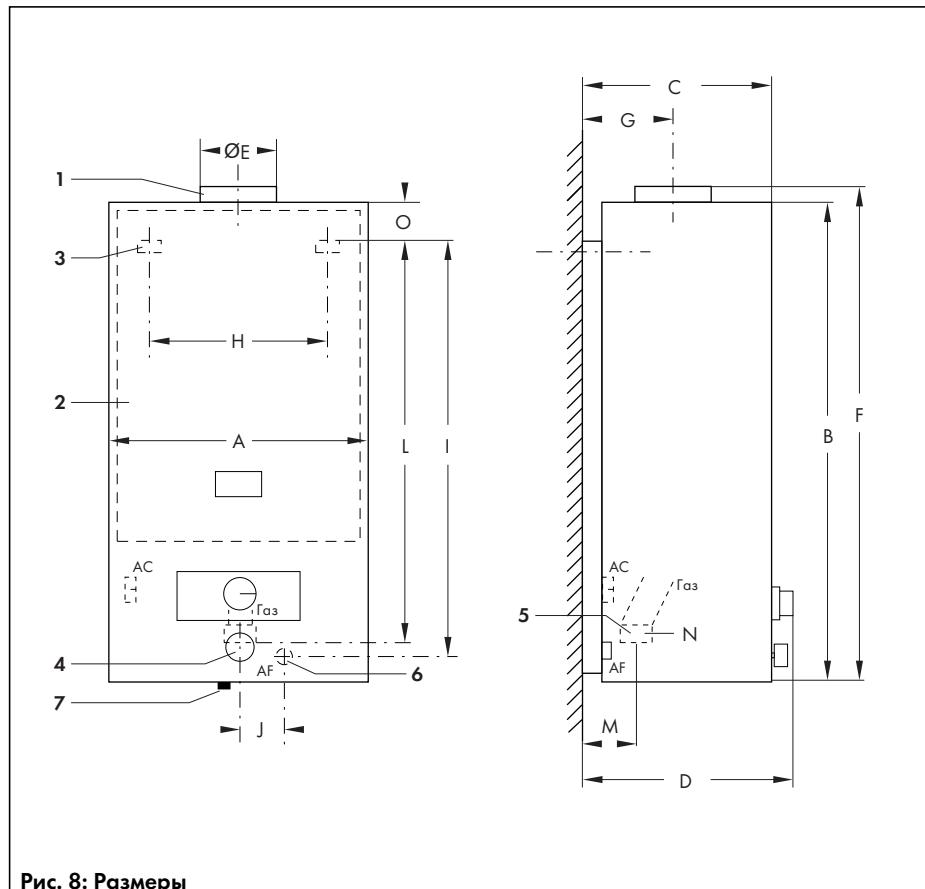

Рис. 8: Размеры
- Разметьте места для крепёжных болтов водонагревателя, места для подключения газопровода, водопровода холодной и горячей воды, ориентируясь на рис. 8 "Размеры" на стр. 14, и просверлите необходимые отверстия.